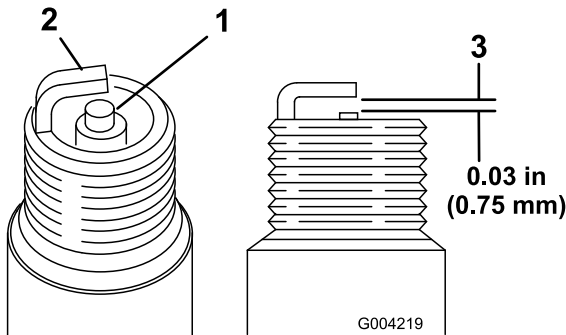

Bild 47
- Sehen Sie sich die Mitte der Zündkerzen an (Bild 47). Wenn der Kerzenstein hellbraun oder grau ist, ist der Motor richtig eingestellt. Eine schwarze Schicht am Kerzenstein weist normalerweise auf einen schmutzigen Luftfilter hin.
- Prüfen Sie den Abstand zwischen den mittleren und seitlichen Elektroden (Bild 47).
- Verbiegen Sie die seitliche Elektrode (Bild 47), wenn der Abstand nicht stimmt.